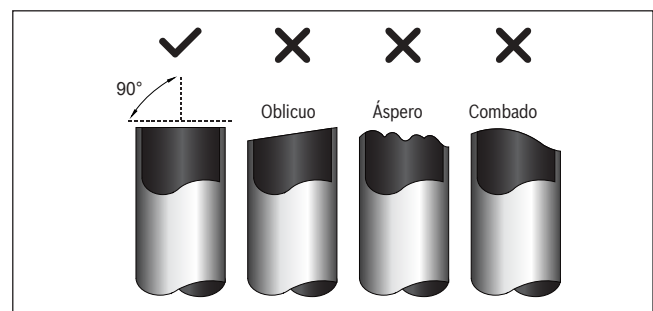

Fig. 14.
1. Asegurarse que el tubo esté cortado a un ángulo perfecto de 90°. Véase la fig. 14 con ejemplos de cortes malos